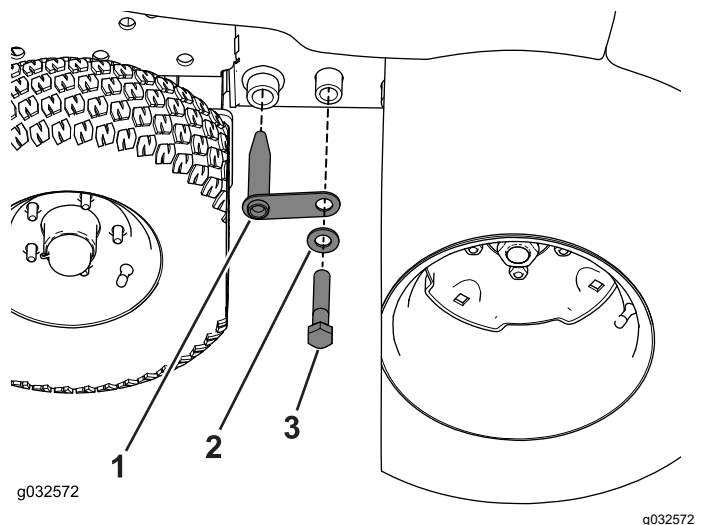

Figure 69
4. Fixez le cadre d'hiver au cadre de la machine à l'aide de la barre d'accouplement, du boulon ($\frac{3}{4}$ x 4 po) et de la rondelle (Figure 69).